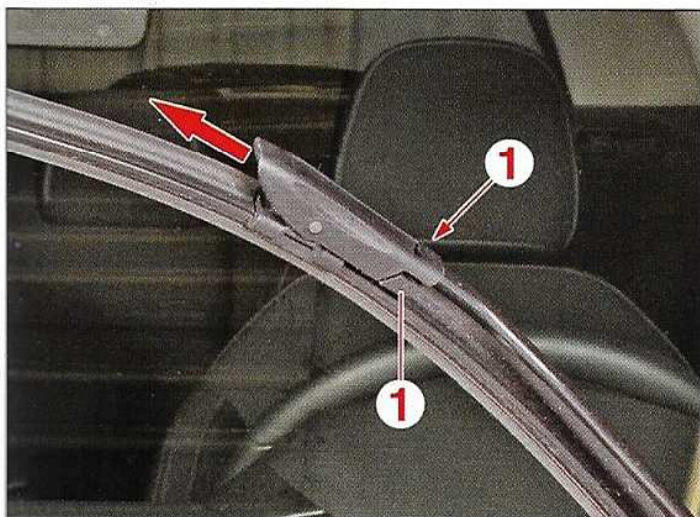

FIG.1
- Appuyer sur les pattes de verrouillage (1) et extraire le balai en le tirant dans l'axe (Fig.1).